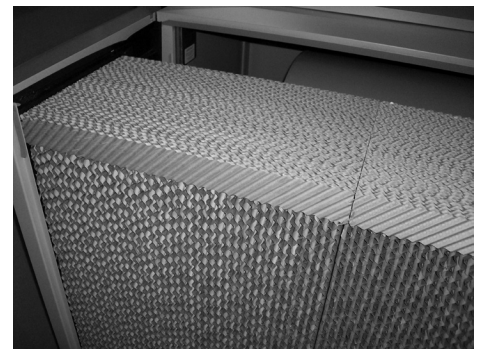

Ilustración 4
- 5) Este paso está solamente para las unidades de Adobe Air usando el kit N° 110133-1 o N° 110133-3. Ponga los dos pedazos del filtro de distribución de agua de 1 pulgada de espesor encima de los filtros instalados previamente, uno al lado del otro. Asegúrese de que no haya espacio entre los dos pedazos del filtro. Vea la ilustración 4.
- 6) Este paso está solamente para las unidades de PMI usando el kit N° 110133-2 o N° 110133-4. Ponga los dos pedazos del filtro de distribución de agua de 2 pulgadas de espesor encima de los filtros instalados previamente, uno al lado del otro. Asegúrese de que no haya espacio entre los dos pedazos del filtro. Vea la ilustración 4.
- 7) Este paso está solamente para las unidades de Champion Cooler usando el kit N° 110133-2 o N° 110133-4. Ponga los dos pedazos del filtro de distribución de agua de 1 pulgada de espesor encima de los filtros instalados previamente, uno al lado del otro. Asegúrese de que no haya espacio entre los dos pedazos del filtro. Vea la ilustración 4.